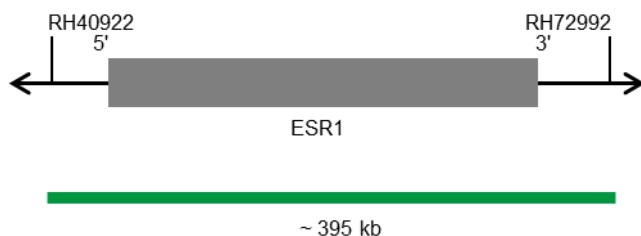

Fig. 1: SPEC ESR1 Mapa da sonda (não à escala)
- Polinucleótidos marcados com ZyGreen (excitação 503 nm/emissão 528 nm) (~10,0 ng/μl), que têm como alvo sequências mapeadas em 6q25.1* (chr6:152,083,365-152,478,947) que albergam a região do gene ESR1 (ver Fig. 1).
- Polinucleótidos marcados com ZyOrange (excitação 547 nm/emissão 572 nm) (~1,5 ng/μl), que visam sequências mapeadas em 6p11.1-q11 específicas para a região centromérica do satélite alfa D6Z1 do cromossoma 6 (ver Fig. 1).